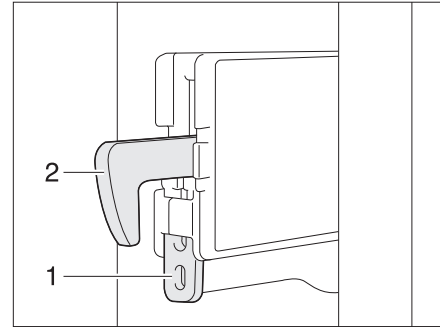

Fig. 249 Fixation crochet de verrouillage
- Pousser la fixation (Fig. 249,1) vers le haut. Le crochet de verrouillage (Fig. 249,2) est pressé vers le haut, il est mis hors fonction.
- Appuyer vers le bas sur le crochet de verrouillage (Fig. 249,2). Le crochet de verrouillage est de nouveau en fonction.